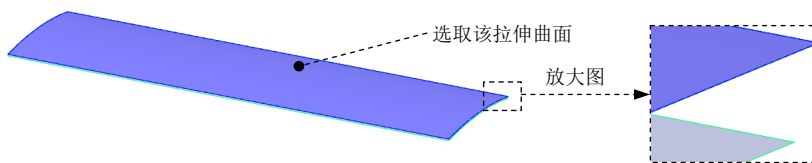

图 5.12.4 曲面-等距 1
Step3. 创建图 5.12.4 所示的零件特征——曲面-等距 1。选择下拉菜单 **插入(I)** → **曲面(S)** → **等距曲面(O)...** 命令，系统弹出“曲面-等距 1”对话框；选取图 5.12.4 所示的拉伸曲面为等距曲面；在 **距离** 后的文本框中输入数值 1.0；单击 **✓** 按钮，完成曲面-等距 1 的创建。